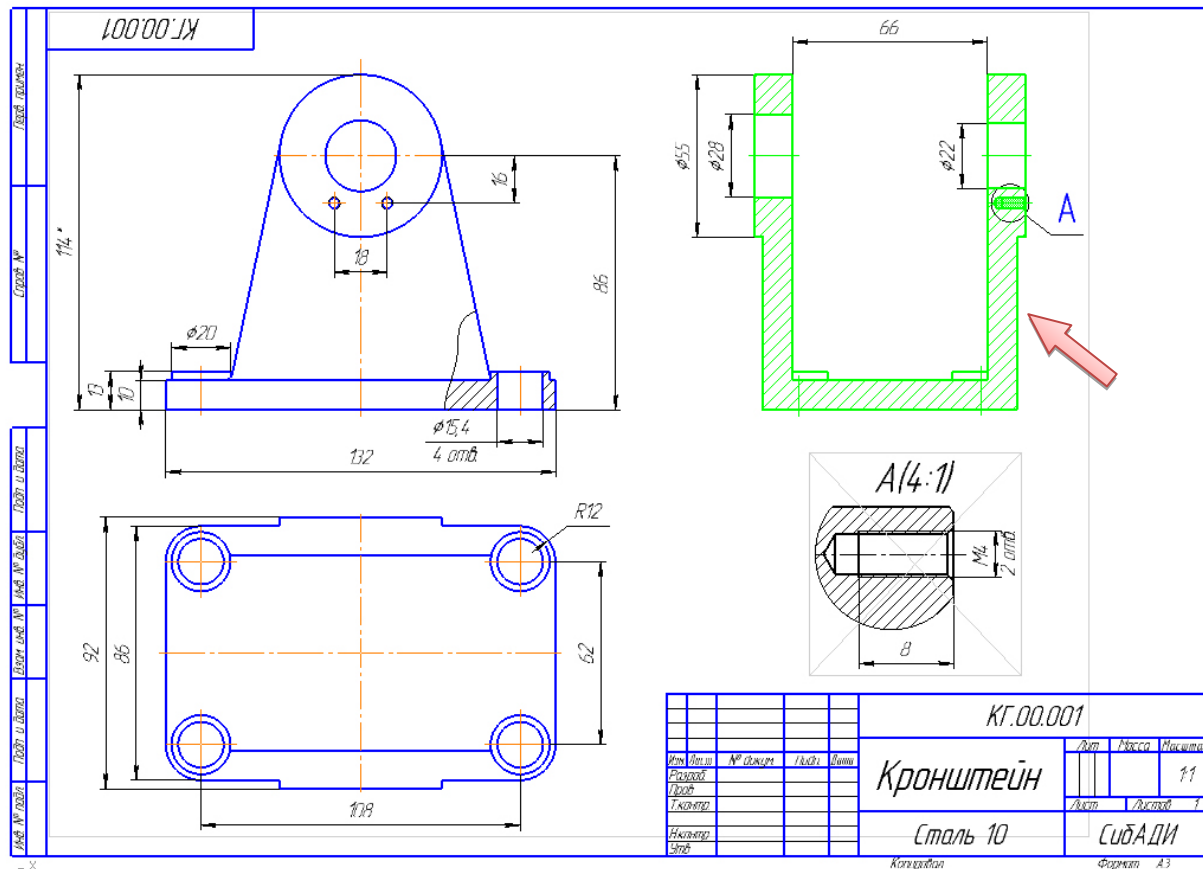

Рис. 4.2. Рабочий чертеж детали «Кронштейн»
- Откройте чертеж детали «Кронштейн», который находится в папке ... \Рабочие чертежи\Кронштейн\_ КГ.00.001 (рис. 4.2).